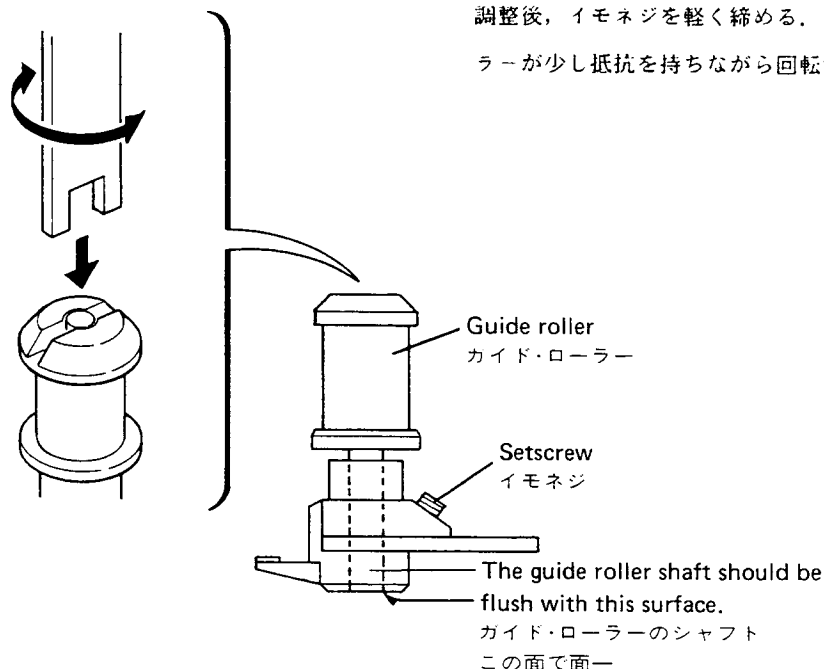

Fig. 3-2
1. When reinstalling the mechanism ass'y into the main body, perform coarse adjustment of the top of the guide roller. Here, for temporary adjustment, loosen the setscrew shown in Fig. 3-2, then turn the screw on top of the guide roller using the wrench so that the guide roller shaft is flush with the surface indicated by the arrow.
ここでは仮調整なので、目安としてガイド・ローラーのシャフトが図3-2の矢印の線上で面一となる様に、図3-2のイモネジをゆるめてガイド・ローラー頭部のネジを二股レンチにより回して調整する。
- V. After the adjustment of the guide rollers is complete, tighten the setscrews (Fig. 3-2) securing the guide rollers using the hexagonal wrench. (The tightening torque should be 1 kg.cm.)
V. ガイド・ローラーの調整後、六角レンチにてガイド・ローラーを固定しているイモネジ(図3-2)を締める。(締め付けトルクは、1kg・cmのこと)